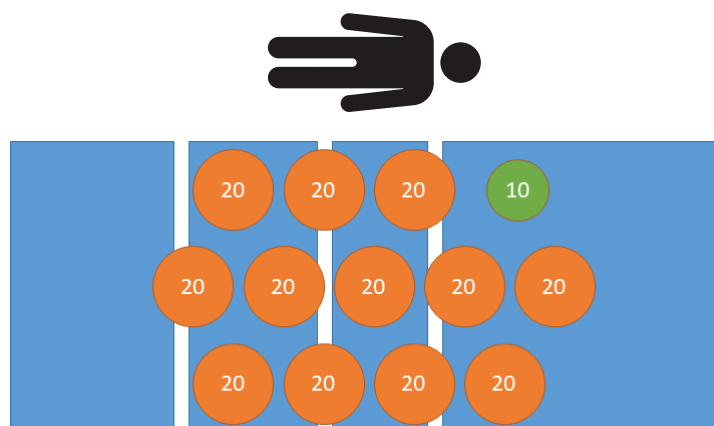

Figura 23 – Ensaio de desempenho de pesagem - 250 kg
6. Utilizando pesos calibrados, coloque 250 kg no produto (Figura 23).